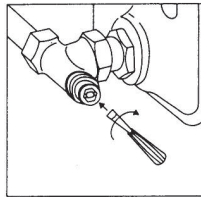

Bild 3
- 1.4 Zuletzt Hohlsschraube mit Schraubendreher durch Rechtsdrehen bis zum Anschlag schrauben (Bild 3, nur „Combi 4 und C“).
Wichtig: Bei nachträglicher Veränderung der Voreinstellung sollte erst mit dem Schraubendreher (Bild 3) durch kurze Linksdrehung die Hohlsschraube gelöst werden. Dann Änderung der Voreinstellung mit dem Sechskantschlüssel SW 4 (1).